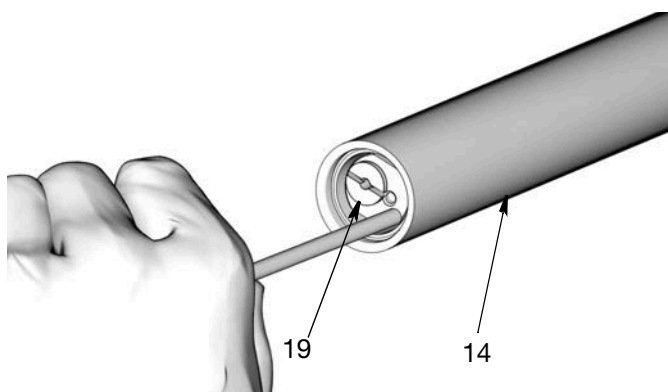

FIG. 27
23. Utiliser une longue tige en laiton ou en aluminium sans bords tranchants ou barbes pour pousser l'ensemble du clapet anti-retour (19) hors du tuyau de sortie (14) (FIG. 27).